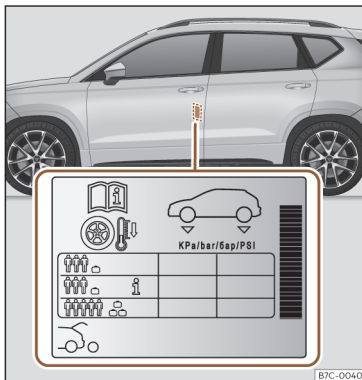

Fig. 202 Localização do autocolante da pressão de ar dos pneus.
- Adapte a pressão dos pneus à carga transportada pelo veículo >>> **Fig. 202.**
Os valores da pressão de enchimento indicam-se na etiqueta autocolante situada na zona posterior da moldura da porta dianteira esquerda >>> **Fig. 202.**
A pressão dos pneus tem de ser ajustada à carga momentânea do veículo. Se pretender utilizar o veículo com a carga máxima, terá de aumentar a pressão dos pneus para o valor máximo indicado na etiqueta >>> **Fig. 202.**
No caso de uma roda de emergência mais estreita (125/70 R16 ou 125/70 R18), encher a 4,2 bar de pressão segundo indicado na etiqueta de pressão dos pneus >>> **Fig. 202.**
Dependendo do veículo, pode adaptar-se a pressão de ar dos pneus para meia carga para aumentar o conforto de condução (pressão de ar dos pneus **i** >>> **Fig. 202**). Quando se circula com a pressão de ar de conforto, o consumo de combustível pode aumentar ligeiramente.
- O condutor é responsável por garantir que todos os pneus do veículo estejam cheios com a pressão correta. A pressão de ar recomendada é indicada num autocolante >>> Fig. 202.
- Com os pneus a frio, deverá manter-se sempre a pressão indicada no autocolante >>> Fig. 202.